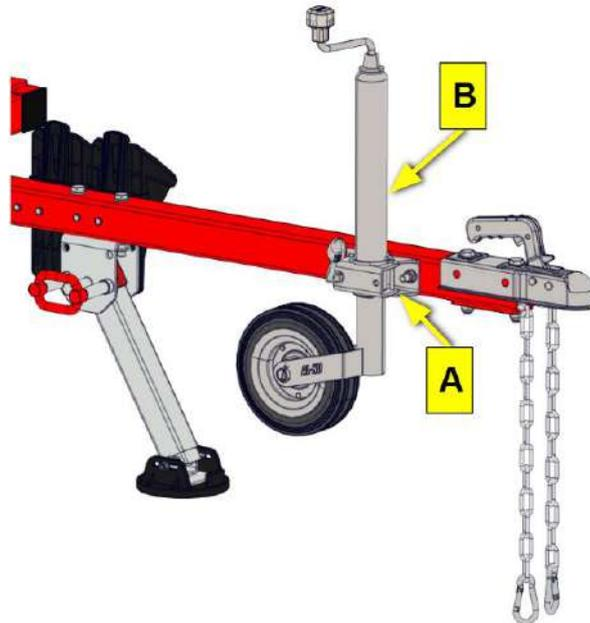

Рисунок 19. Встановлення опорного колеса
- Зафіксуйте опорне колесо, затягнувши затискач хомути (Рис. 19).